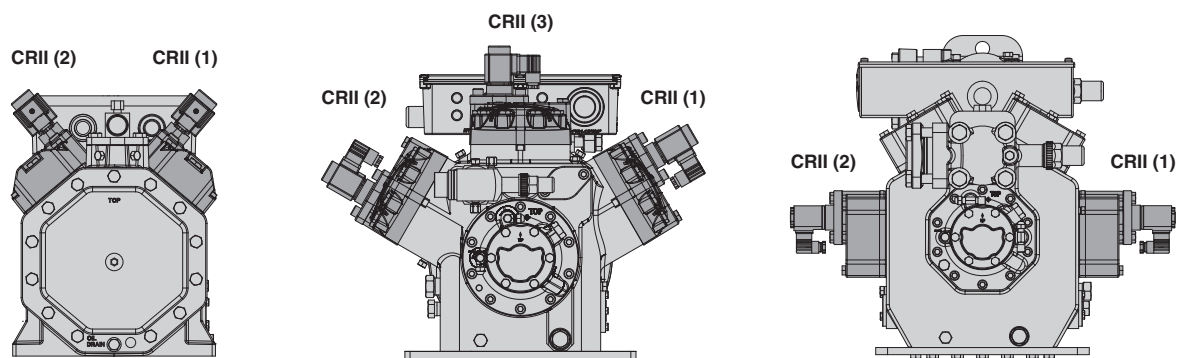

Fig. 5: Compresseurs ECOLINE 4, 6 et 8 cylindres entièrement montés avec système CRII
Position de montage de la partie supérieure des vannes de régulation de puissance, voir figure 5, page 60.
- Compresseur tandem : En vue d'une commutation possible de la charge de base, les deux moitiés de compresseurs doivent être dotées du même nombre de têtes de culasse CRII, voir figure 5, page 60.